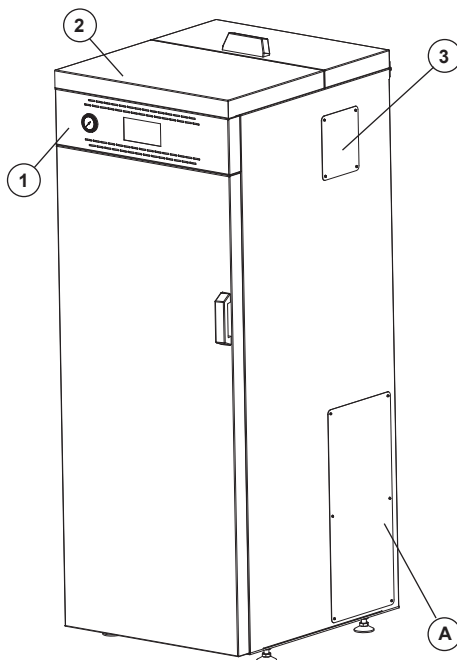

Figure 5.3: Démontage esthétique
Pour accéder à la carte électronique, il est nécessaire de dévisser les quatre vis de fixation du panneau placé sur le côté inférieur (Réf. A de la figure. 5.3).
1. Déconnecter et enlever le panneau du display en regardant de pas briser les cablages du display LCD et du capteur de pression dans la chaudière (Réf. 1 de la figure 5.3);
3. Débrancher et enlever le top (Réf. 2 de la figure 5.3);
4. Dévisser les vis de fixation des côtés (Réf. 3 de la figure 5.3);